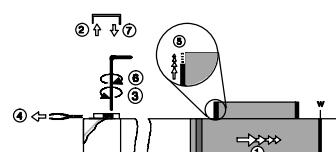

Fig. 56
2. Retirer (le cas échéant) le cache situé sur le côté opposé (voir fig. 56).